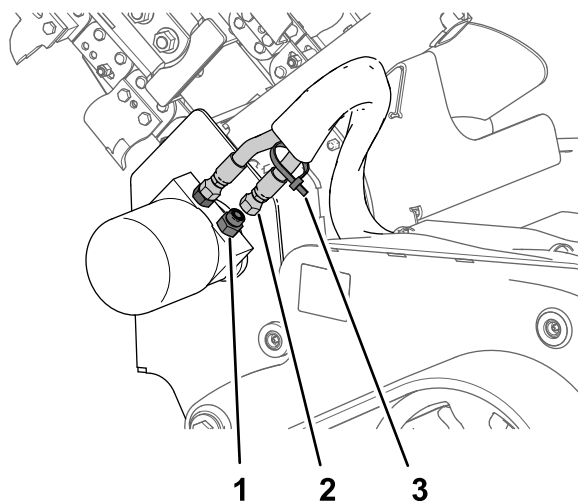

Figura 2
2. Pulite i flessibili e i raccordi idraulici nel motore idraulico per lo scavafoffi (Figura 2).
3. Fissate una fascetta per cavi al flessibile idraulico in posizione più arretrata nel motore idraulico per lo scavafoffi (Figura 2).